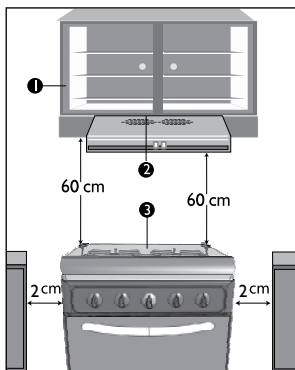

Figura 6
- Si sus artefacto esta ubicado debajo de gabinetes con o sin campana extractora se deben respetar como mínimo las distancias (Ver figura 6).